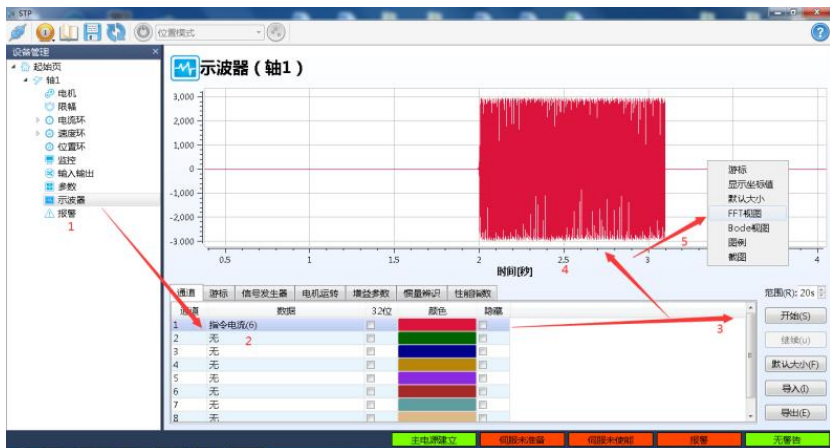

图 5-20 震动电流采集步骤
①按照如下顺序操作，在示波器界面的“通道”栏选择“指令电流”，点击“开始”按钮，界面会出现电流波形，当出现震动时，电流会出现如第“4”步波形，点击“停止”按钮，此时鼠标左键拖动可将波形放大，再右击鼠标弹出第“5”步对话框，选择“FFT 视图”。如下图 5-20